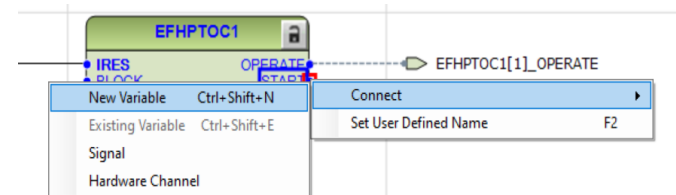

Imagen 246_ Conexión de una nueva variable de salida para el bloque EFHPTOC1.
4.1.26 Ahora para la segunda salida de “START”, de igual manera daremos clic derecho y seleccionamos “Connect - New Variable” como se observa en la **Imagen 246**.